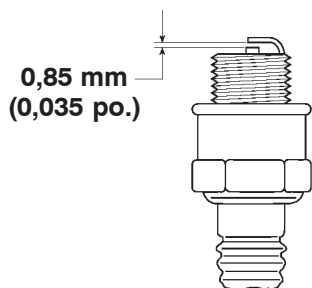

Figure 76
2. Régler l'écartement des électrodes à 0,85 mm (0,035 po.) (Fig. 76)